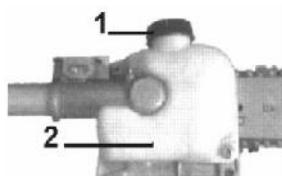

Fig. PP8
1. Coloque la barra de podar sobre una superficie limpia y plana, con la tapa de llenado de aceite orientada hacia arriba. Véase la Fig. PP8.